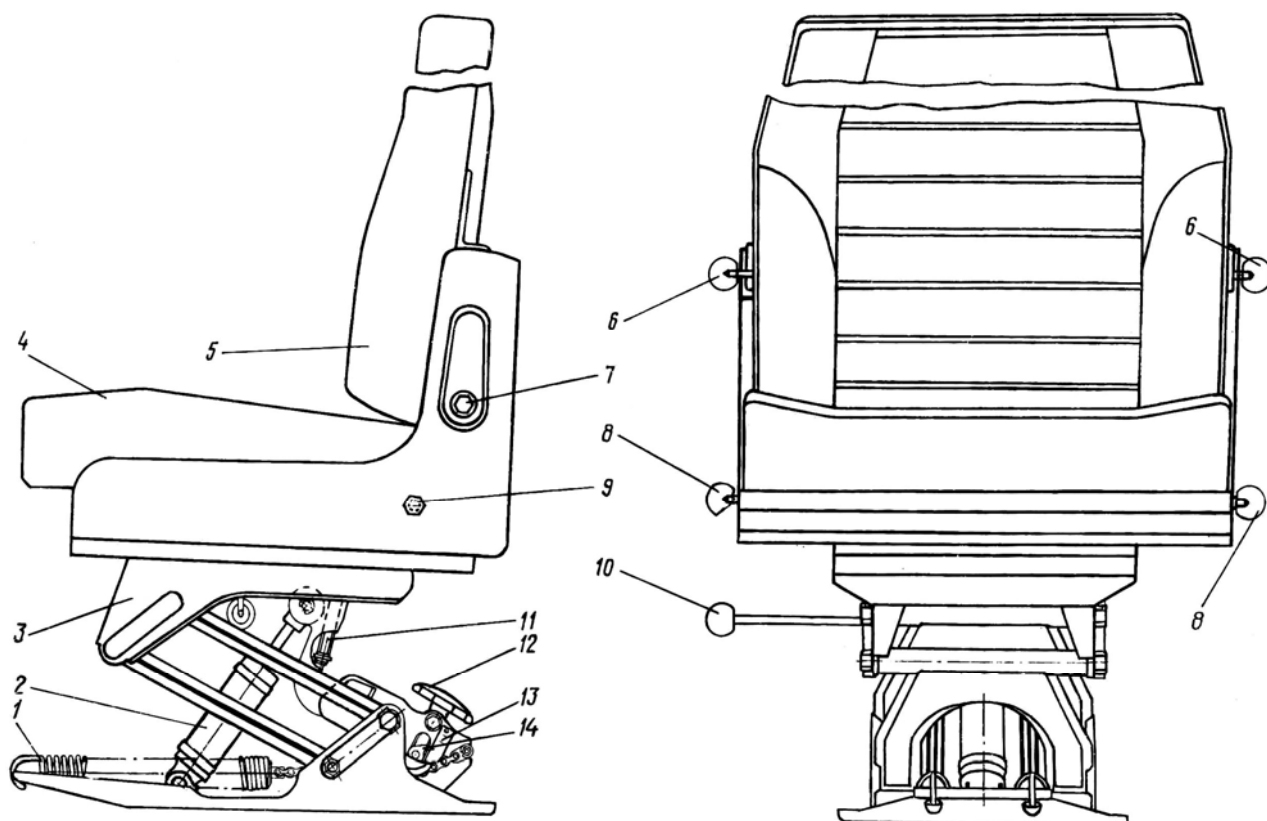

Рис.106. Сиденье водителя:
1. По высоте сиденье регулируется (в зависимости от роста водителя) с помощью регулировочного винта 11 (рис.106) и контрится специальной гайкой.